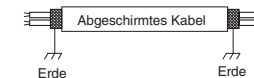

Abb. 5-2
- Als Einheiten-Steuerverbindungskabel (c) müssen abgeschirmte Kabel verwendet werden, wobei die Abschirmung auf beiden Seiten geerdet werden muss, da andernfalls Funktionsstörungen durch Störsignale auftreten können. (Abb. 5-2) Die Kabel sind wie im Abschnitt "5-3. Schaltplan" anzuschließen.